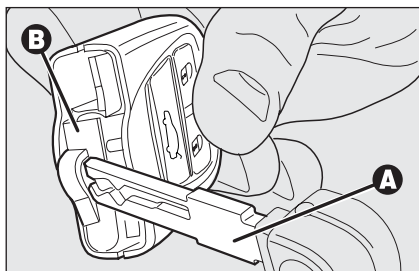

fig. 10
- sfilare il cassetto **B-fig. 10** (di colore rosso) inserito a pressione facendo leva con l'inserto metallico **A** della chiave elettronica nel punto indicato in figura;